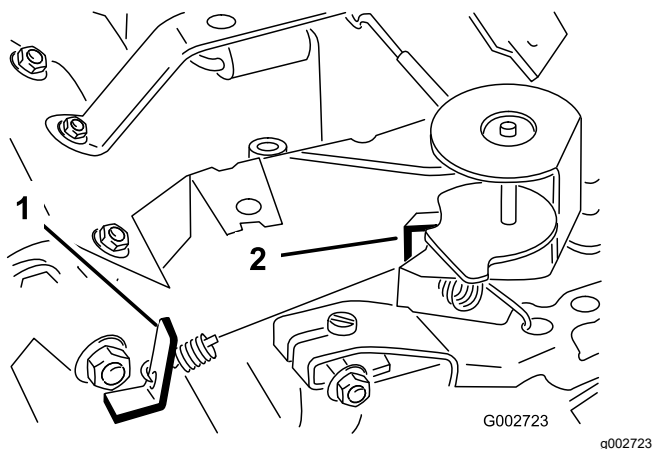

图 41
3. 弯转调节怠速弹簧锚柄脚图 41 以达到 1,6751,175rpm 的怠速。
6. 弯转高速弹簧锚柄脚图 41 以达到 3,3503,450rpm 的高速。